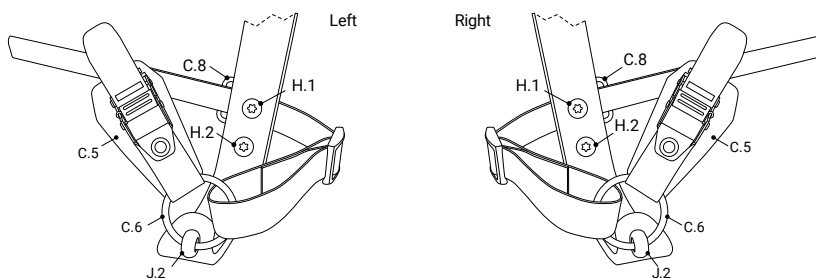

Figura 4: Correas con hebillas de trinquete inferiores
Para la fijación se necesitan dos tornillos de ojo M8x9 (J.2). Colóquelos como se muestra en la figura 4 o 5. Fije los tornillos de ojo con un fijador de roscas de alta resistencia.
Pase el llavero (C.6) por el tornillo de ojo y coloque la correa y la hebilla como se muestra en la figura 4 o 5. El llavero debe introducirse completamente a través del tornillo de ojo.
Afloje y retire los tornillos de la púa superior e inferior. Coloque la correa del ojal guía (C.8) en el hueco entre el vástago (A) y la púa (B). Coloque el ojal guía como se muestra en la figura 4 o 5. Utilice los tornillos M8x25 (H.2) suministrados para los tornillos de la horquilla superior e inferior para fijar la horquilla al vástago. Asegúrese de que el tornillo de la púa superior se guía a través del orificio de la correa del ojal guía. Guíe la correa Classic a través del ojal.